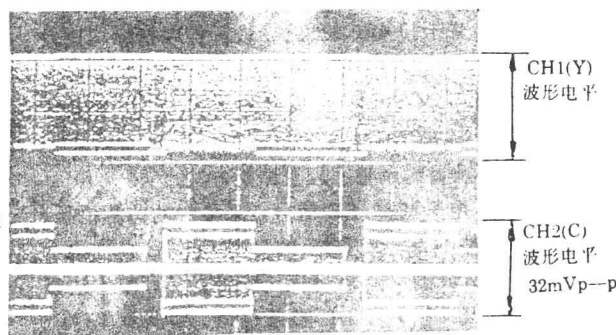

图 6 FM 记录电流
8. FM 记录电流的调整: Y 记录电流有一个最佳值, 过小或过大都会使重放输出减小, 而 C 记录电流过小时色度减小; 而调得过大时, 会产生网纹干扰。正确的调整方法是从 LINE IN 输入 PAL 彩条信号, 测试点 TP507、TP508(GND)接示波器, 先调 VR501, 使亮度波形消失, 调 VR502, 使色度幅度为 $32 \pm 2\text{mV}_{\text{p-p}}$, 再调 VR501, 使亮度记录电流的幅度为 $130 \pm 5\text{mV}_{\text{p-p}}$, 见图 6 所示。